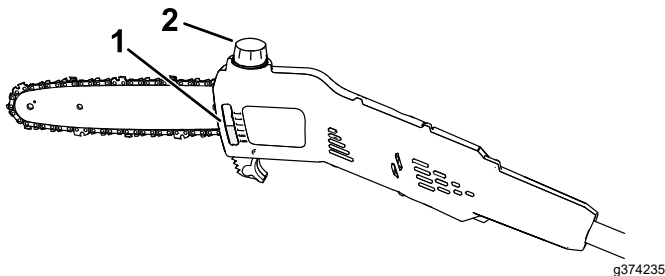

Bild 15
2. Prüfen Sie den Ölstand im Schauglas. Wenn das Öl im Ölschauglas nicht sichtbar ist, füllen Sie je nach Bedarf Kettenöl nach (Bild 15).
5. Nehmen Sie den Deckel ab und gießen Sie Kettenöl in den Hochentaster, bis der Öltank voll ist (Bild 15).
4. Reinigen Sie den Bereich um den Öldeckel (Bild 15).